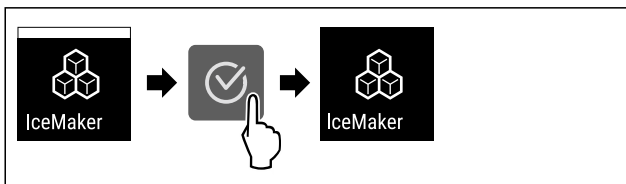

Fig. 21
- ▶ Provedte akční kroky (viz Fig. 21).